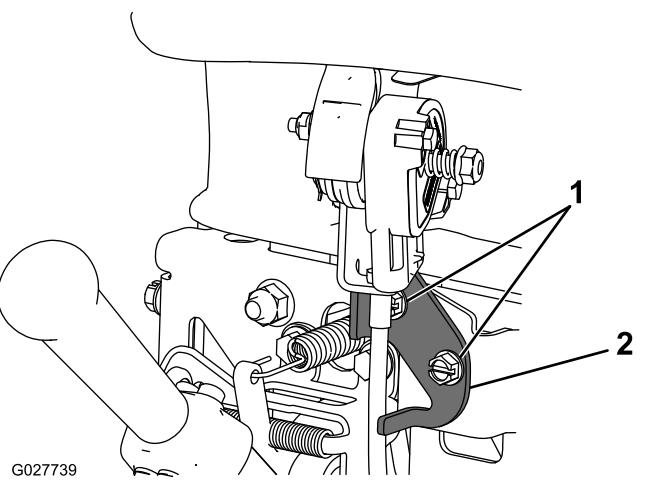

Figure 28
- Desserrez les 2 fixations de la commande d'accélérateur (Figure 28).